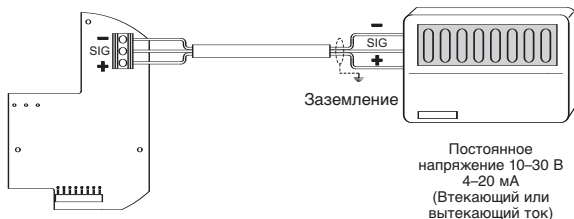

Рис. 13. Электрические соединения детектора Xgard, тип 5
2. Проверить правильность выполнения электрических соединений согласно рис. 13.